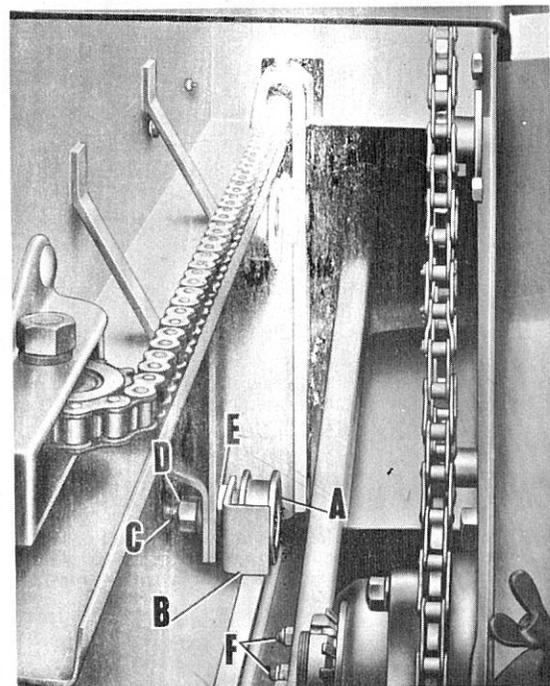

Fig. 37. Ajustement des galets du piston.
1. Quatre galets sont montés sur le côté droit du piston, deux en haut et deux en bas, roulant respectivement sur les chemins de roulement supérieur et inférieur. Chacun des deux galets du bas (A, Fig. 37) est pourvu d'un raqueur (B, Fig. 37) monté sur l'axe du galet (C, Fig. 37). Ces raqueurs empêchent le fourrage de s'accumuler sur le chemin de roulement ou sur les galets et il faut les ajuster pour qu'ils agissent dans ce sens.
Placer le piston de telle sorte que les axes des galets (C, Fig. 37) soient dans le prolongement des trous d'accès prévus dans la paroi de droite du canal de la presse et effectuer l'ajustement voulu à travers l'ouverture avant.
- (a) Retenir l'axe portant le galet (C, Fig. 37) avec une clé et desserrer l'écrou de blocage (D, Fig. 37).
- (b) Ajuster ensuite le galet pour éliminer le jeu vertical, en faisant tourner l'écrou excentrique entretoise (E, Fig. 37).
- (c) Avec la clé spéciale (No. BM 452) maintenir fermement le galet dans sa nouvelle position tandis qu'on resserre l'écrou de blocage (D, Fig. 37).
5. Enlever alors les deux boulons (F, Fig. 37) fixant la bielle du piston à son palier, mais laisser ces deux pièces en place.